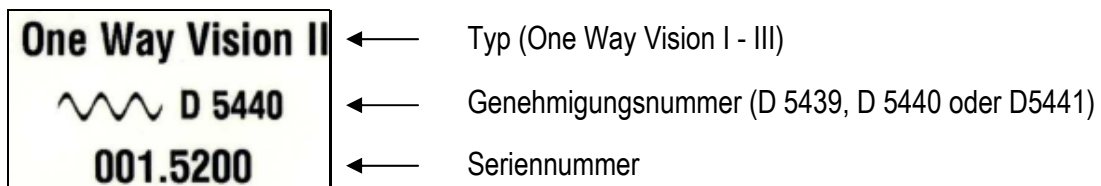

Abb. 6: Etikette zur Folien-Identifikation
- Die Folien müssen gemäss folgendem Muster beschriftet sein (Abb. 6):